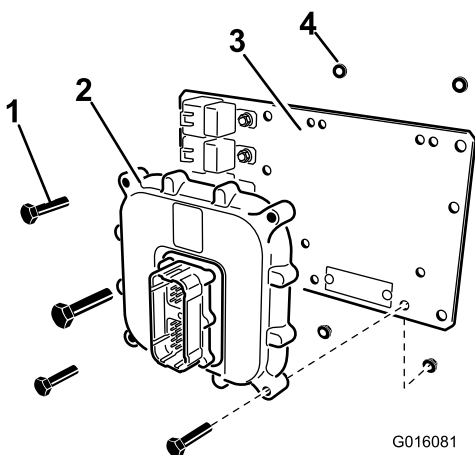

Figura 13
3. Prenda o ECU na placa de montagem utilizando quatro parafusos (1/4 x 1-1/4 pol.) e quatro porcas de bloqueio (1/4 polegada) como se mostra em Figura 13.